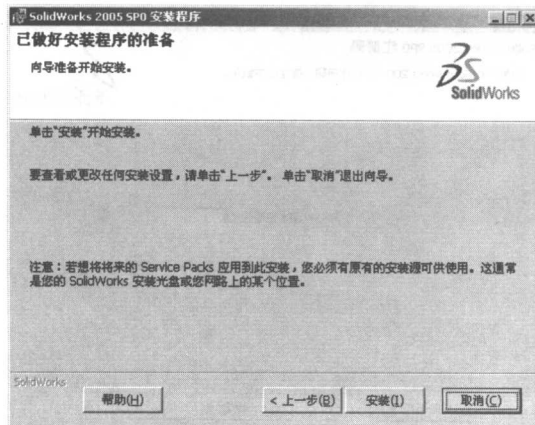

图 1-8
8. 程序提示：已做好安装程序的准备。单击（安装）按钮，开始安装，如图 1-8 所示。